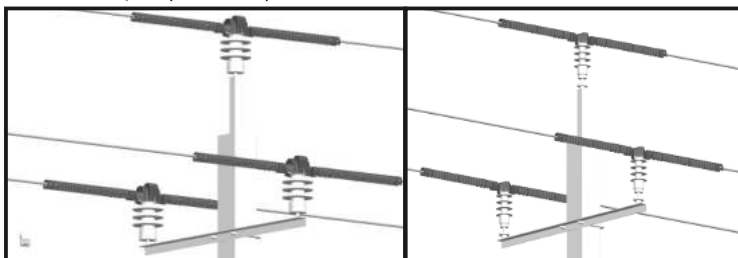

Рис. 36
9.4.6. Установить аналогичным образом устройства на оставшиеся штыревые изоляторы (Рис. 36).